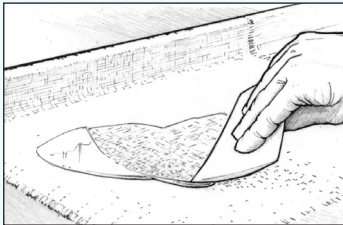

Figura 29 Extienda el epoxi sobre la superficie de la tela con una espátula de plástico.
5. Extienda el epoxi sobre la superficie de la tela con una Espátula de Plástico 808, empujando el epoxi con cuidado desde el centro hacia las zonas secas (*Figura 29*). A medida que se moja la tela se hace transparente, indicando que ha absorbido suficiente epoxi. Al aplicar la tela sobre superficies porosas, asegúrese de dejar suficiente epoxi para que se absorba tanto en la tela como en la superficie subyacente. Intente no trabajar el epoxi demasiado con la espátula sobre la superficie mojada, puesto que esto produce diminutas burbujas de aire que quedan en suspensión en el epoxi. Esto es especialmente importante si se requiere un acabado transparente.